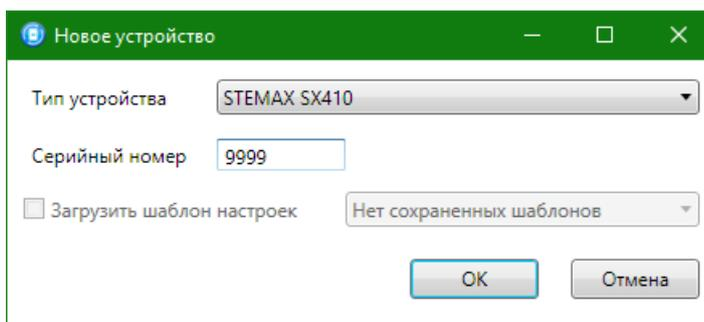

Рис. 5.5. Окно *Новое устройство*
- 2) в открывшемся окне *Новое устройство* (рис. 5.5) выполните следующие действия: